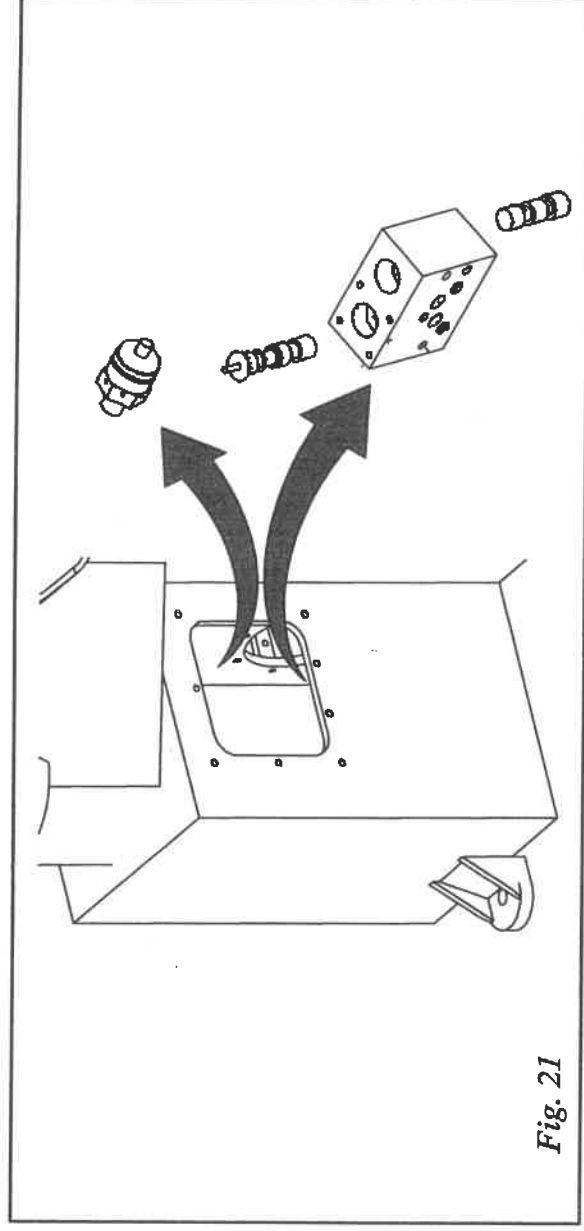

Fig. 21
b) Vérifier l'intervention du pressostat (code 02003377, tav. 4) et le correct fonctionnement du distributeur hydraulique (code 03000888, tav. 4). Vérifier qu'il n'y a pas d'impuretés qui empêchent leur bon fonctionnement (Fig. 21).